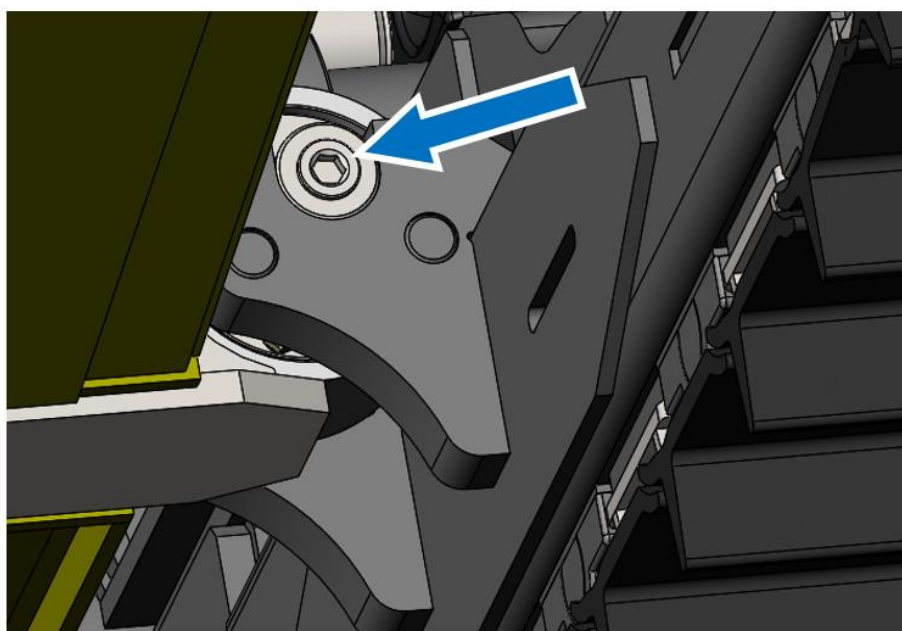

Рисунок 3.137. Точки смазки боковых осей балансирной балки
Точки смазки (2 шт. слева и справа) боковых осей балансирной балки расположена сбоку см. рис. 3.137.
- ▶ Выкрутить пробку, закрывающую пресс-масленку см. рис. 3.137.